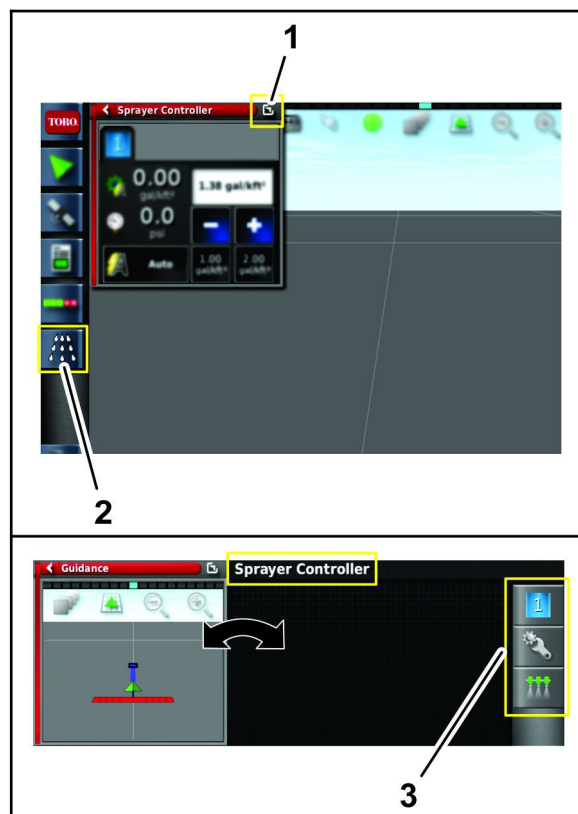

图 95
- C. 按打药车控制器图标图 95。
2. 按开关窗口图标返回打药车控制器菜单图 95。